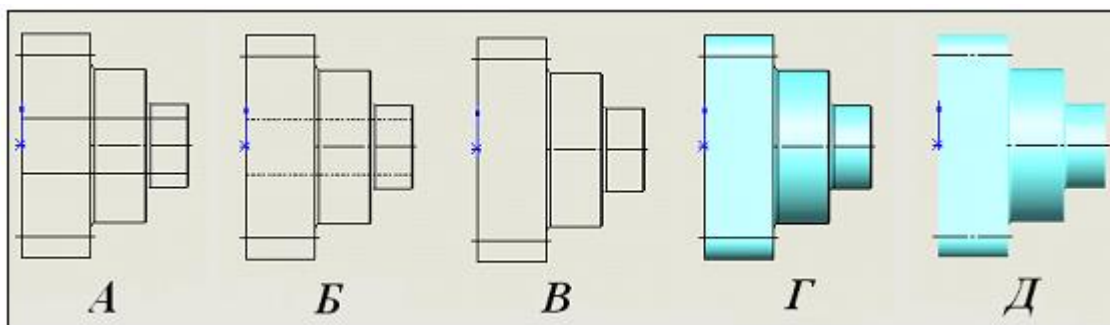

Рисунок 2.10 — «Тип отображения»
-  - Каркасне відображення (Рис. 2.10 а);
-  - Невидимі лінії відображаються (Рис. 2.10 б);
-  - Сховати невидимі лінії (Рис. 2.10 в);
-  - Зафарбувати із крайками (Рис. 2.10 г);